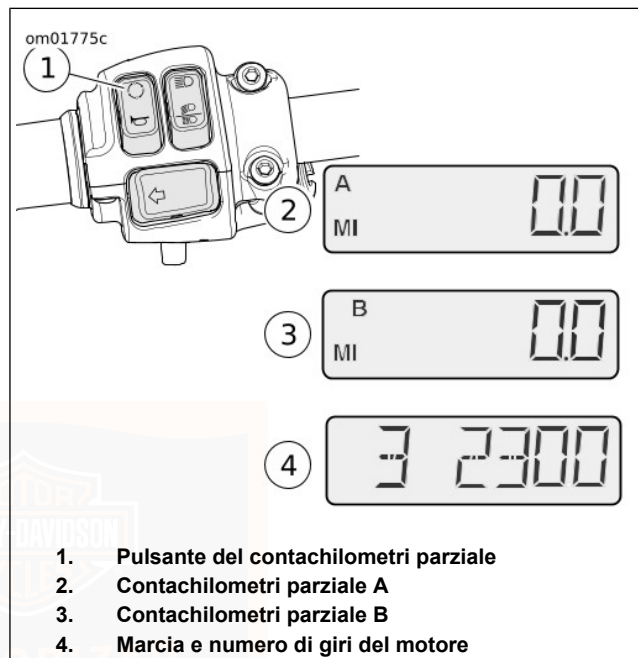

Figura 8. Contachilometri parziali, indicatore delle marce e regime del motore: tutti tranne XL1200CX
Vedere Figura 8. Per controllare o per azzerare i contachilometri parziali, premere e rilasciare il pulsante del
Vedere Figura 8. Premere e rilasciare l'interruttore TRIP (contachilometri parziale) (1) per passare dal quadrante del contachilometri a quello del numero delle marce e del contagiri (4). Il contachilometri mostra la marcia inserita (1-5) e la velocità del motore in giri al minuto (giri/min).